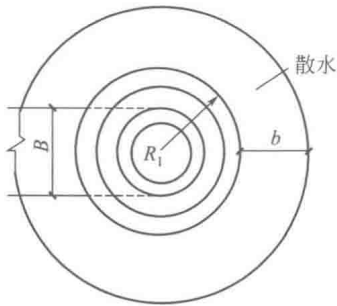

图 1-5 混凝土砌筑烟囱散水示意图
(1) 图形识读 图 1-5 为混凝土砌筑烟囱散水示意图, 此图为烟囱散水砌筑俯视图。
(2) 图形分析 由图 1-5 可以看出, 此烟囱散水是一个由大大小小的同心圆所组成。里面的小圆形为烟囱的俯视图, 外面的为散水的俯视图。
(3) 图中数据解析 图中 R_1 指的是烟囱底外半径, b 是散水宽度, B 是烟道宽度, S 是散水面积, 详细了解了图中各数据的含义, 再结合计算规则和计算公式, 即可算出所求工程量。
(4) 计算小技巧 如图 1-5 所示, 若求烟囱散水工程量, 则可以先计算整个砌筑的同心圆的工程量, 然后减去最内圈圆, 也就是烟道的工程量, 得出的就是需要砌筑散水的土方工程量。整个图形是个圆形, 直接套用计算公式 $S = (R_1 + b)^2 \pi - \pi R_1^2 - Bb$ 即可计算出烟囱散水的工程量。